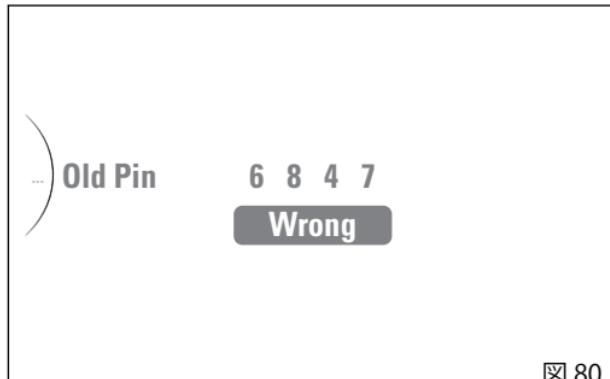

図 80
- PIN CODE が正しくない場合、インストルメントパネルは "Wrong" (図 80) を赤色で2秒間強調表示します。その後、前の画面に戻り、もう一度コードを入力することができます。